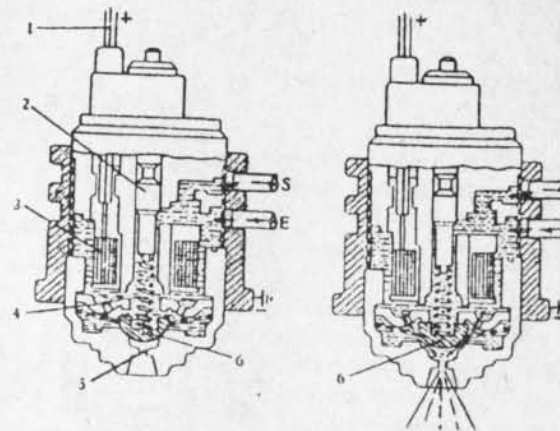

Fig. 3-23.— Inyector del sistema monopunto, sin y con inyección
1. Conexión a la UEC.— 2. Núcleo de hierro.— 3. Bobina.— 4. Muelle.— 5. Tobera.— 6. Válvula. La bobina (3) (Fig. 3-23) recibe impulsos eléctricos desde la UEC, que crean un campo magnético que levanta el núcleo, con lo que se abre la válvula inferior, que determina la inyección de gasolina a presión al motor, controlada por la UEC.